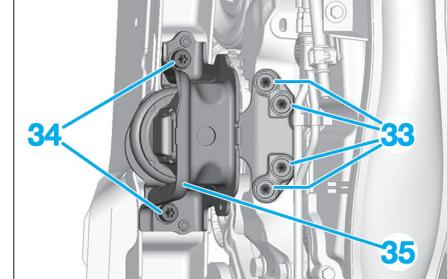

Fig. 83
- les vis de fixation (33) (Fig.83),